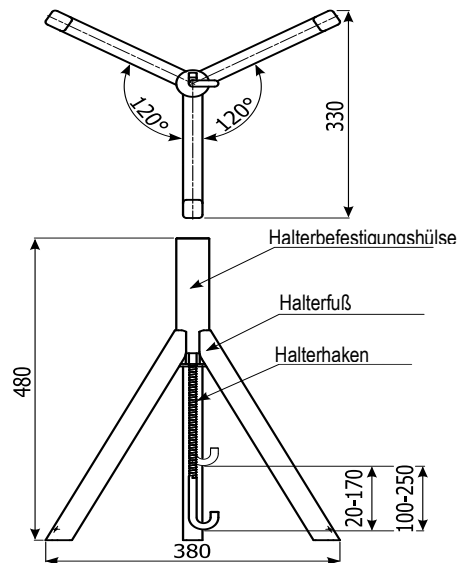

Abb. 27 Halter für Fertigbauteile
1.3.25. Halter für Fertigbauteile (Abb. 27)